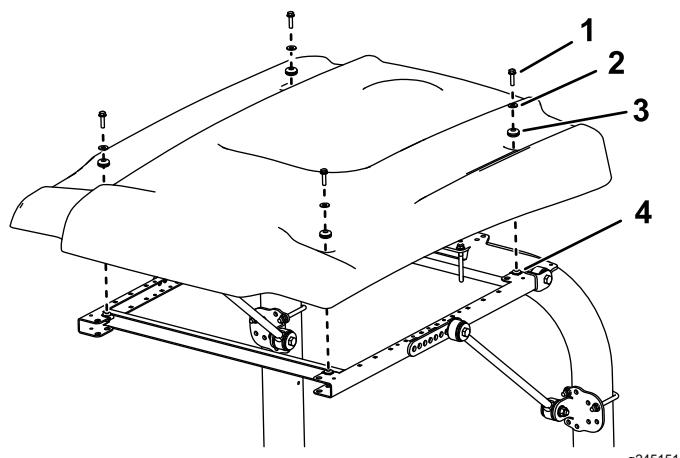

Рисунок 28
15. Выравнивая монтажные отверстия, расположите солнцезащитный навес на раме, как показано на Рисунок 28.
16. Установите каждый угол солнцезащитного навеса на раму с помощью болта с фланцевой головкой ($5/16 \times 1\frac{1}{4}$ дюйма), малых шайб и уплотнительной резиновой втулки, не затягивая их (Рисунок 28).